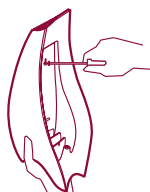

Fig. 5
- Inserite i tasselli nel muro e fissate la base caricabatterie con le viti. (fig. 5)